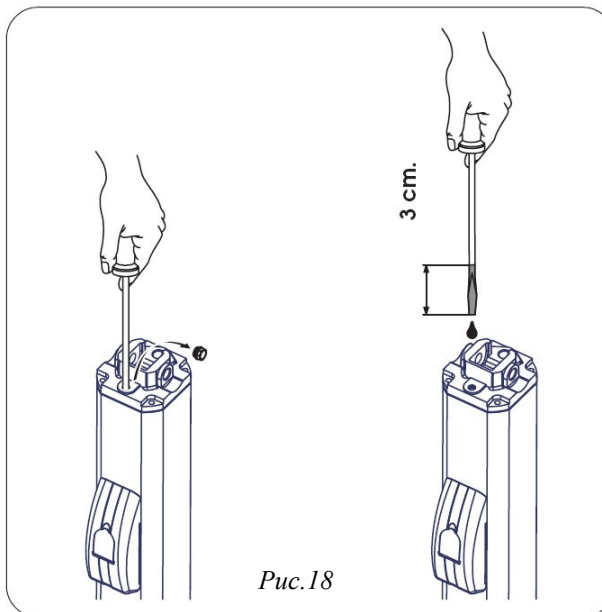

Рис.18
- Опустите в отверстие обычную отвертку, пока она не упрется в электромотор, как показано на Рис. 18.
- Извлеките отвертку и проверьте уровень масла, как показано на рис. 18